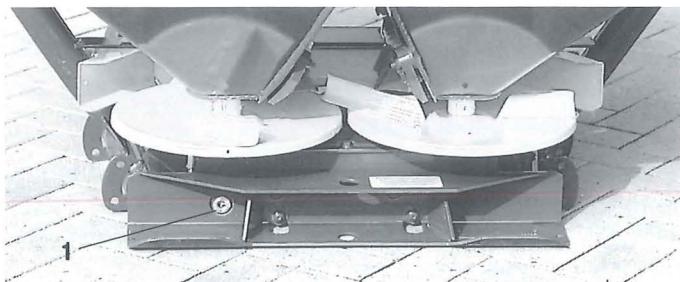

Fig. 9.3
5. Växellådan på maskinen är normalt sett underhållsfria . Från fabrik är växellådan fylld till rätt nivå med växellådsolja. **Oljenivån måste vara synlig i siktglasets (Fig. 9.3/1).** Efterfyllning behöver normalt sett inte ske. Om yttre läckage och/eller oljud från växellådan förekommer, tyder detta på oljeläckage. Ta reda på orsaken till detta och åtgärda felet varefter ny växellådsolja påfylls.